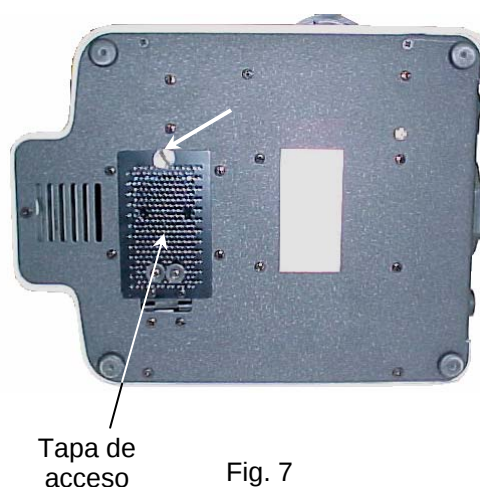

Fig. 7
- a. Apoye el microscopio sobre su costado con extremo cuidado, especialmente con los oculares (1) y con el mecanismo sujeta-preparaciones (6).
- b. Desenrosque completamente el tornillo señalado con la flecha (Fig. 7).